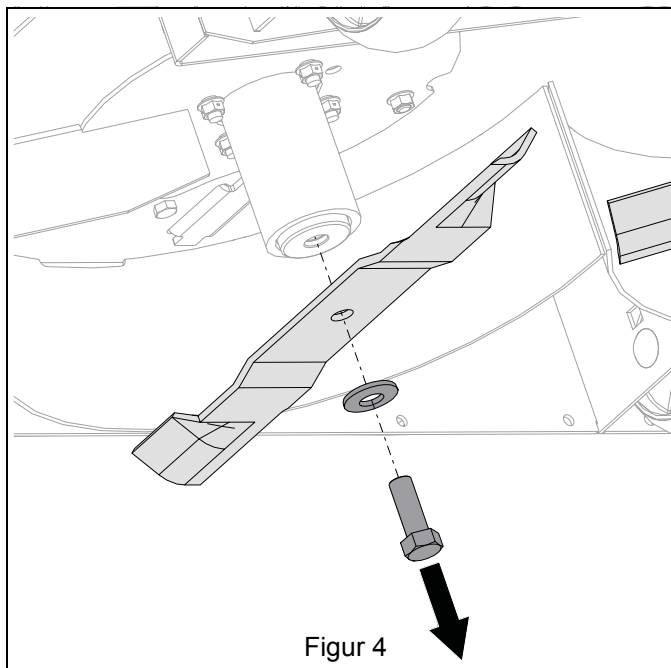

Figur 3
5. Fjern de selvskærende skruer fra klipperdækket, og opbevar dem til betjening uden bioklipsæt. Se Figur 3.